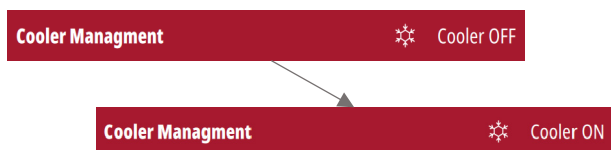

Abbildung 10
- Aktivieren Sie den Kühler über das Menü Stromquelle (Abbildung 10)